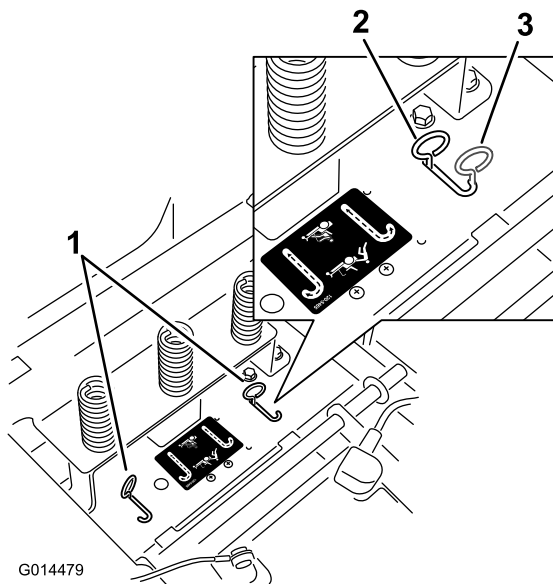

Figura 23
4. Mueva las palancas de desvío hacia atrás y luego hacia fuera para bloquearlas en esa posición, según se muestra en Figura 23, para desengranar los motores de rueda. Repita esto para cada palanca.
Mueva las palancas de desvío hacia dentro y hacia atrás a la ranura horizontal (Figura 23) para engranar los motores de rueda.